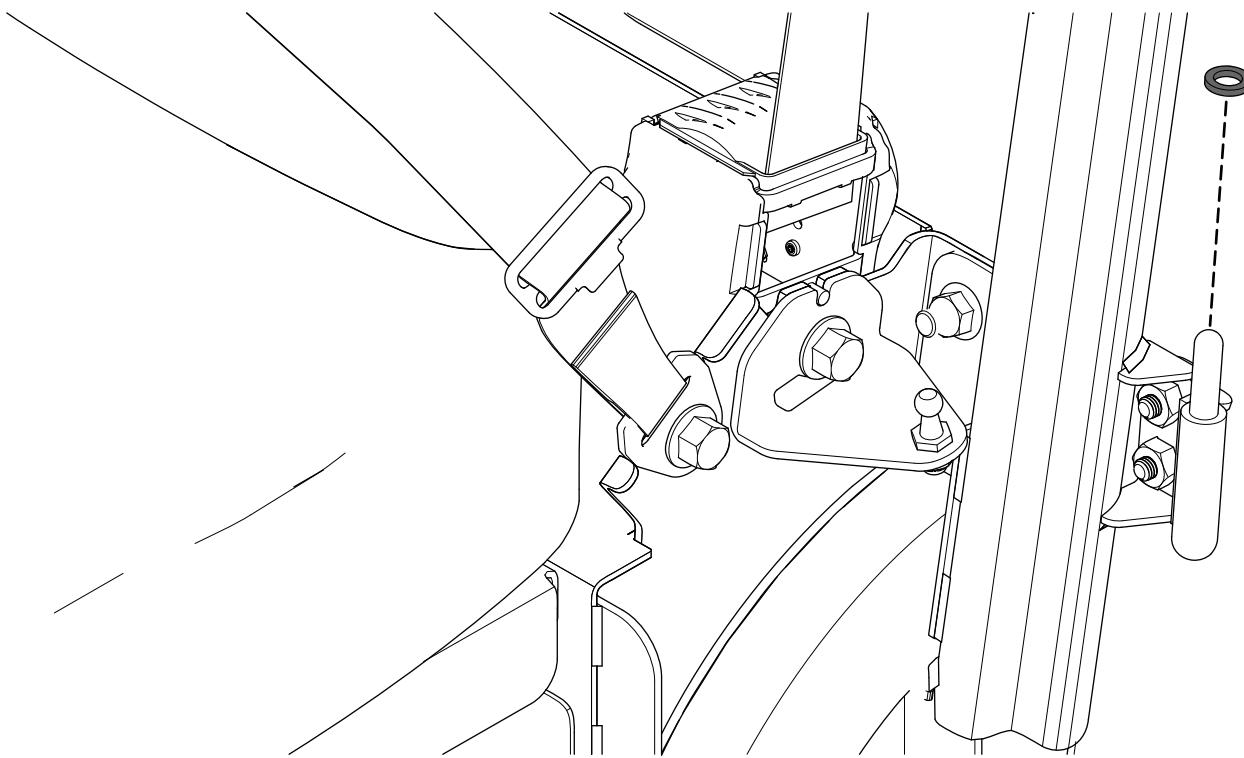

Figure 6
2. Placez une rondelle d'écartement sur chaque charnière de la porte gauche (Figure 6).